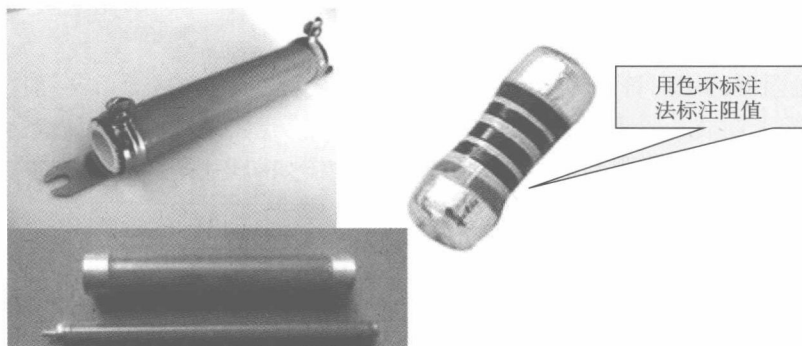

图 2-1-6 玻璃釉电阻器的实物图
4) 玻璃釉电阻器的图形符号为—□—, 在电路中通常标为 R 或 RI , 它是用丝网印刷法按照一定图形, 将金属玻璃釉电阻浆料涂覆在陶瓷基体上, 经高温烧结而成的。其优点是阻值范围宽, 噪声小, 耐热性好, 过载能力强, 耐潮、耐磨等都很好, 是很有前途的电位器品种; 缺点是接触电阻和电流噪声大。玻璃釉电阻器的实物图如图 2-1-6 所示。